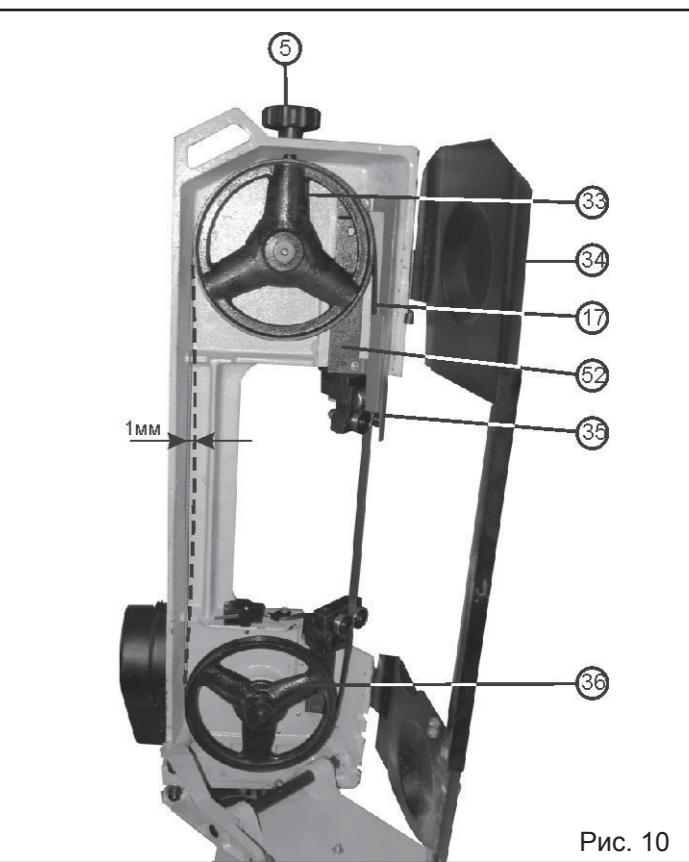

Рис. 10
9.2. Регулировка натяжения пильной ленты, замена пильной ленты (Рис.10)
9.2.5. Как показано на Рис.10 приложить небольшое усилие в плоскости пильной ленты (17).
9.3. Регулировка смещения пильной ленты (Рис. 10, 11)